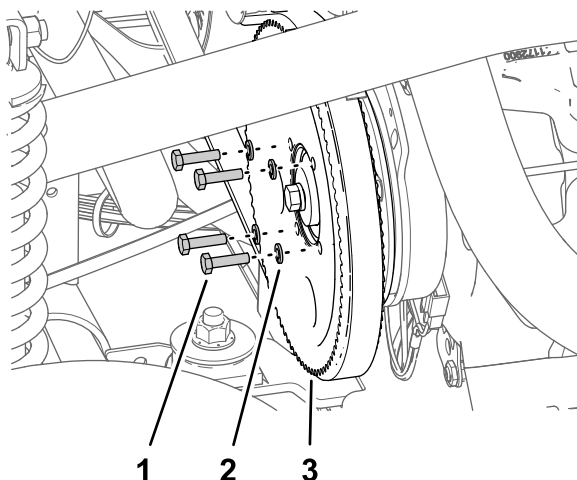

Figura 178
3. Retire os quatro parafusos (¼ pol. x 1 pol.) e as 4 anilhas de bloqueio (¼ pol.) que prendem a polia à bomba do pulverizador (Figura 178).